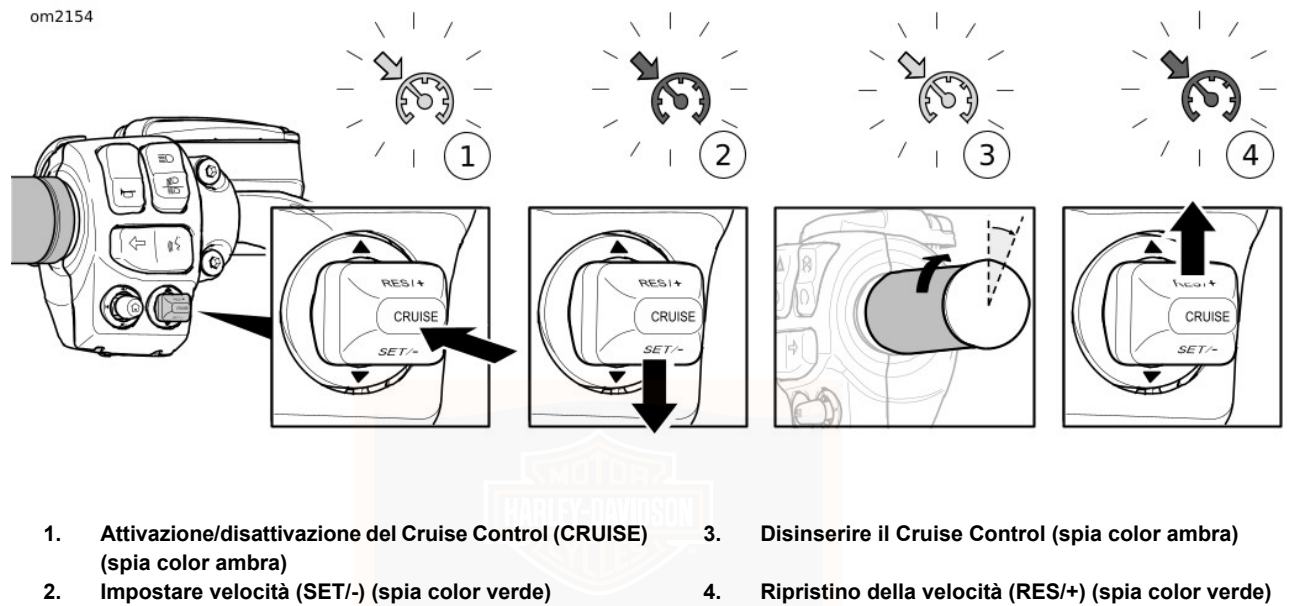

Figura 12. Cruise Control (tipico)
Vedere Figura 12. Premere l'interruttore CRUISE per attivare il Cruise Control (1). Se attivo, l'icona del Cruise Control viene visualizzata nel quadrante del tachimetro in colore ambra.
Vedere Figura 12. Quando la motocicletta raggiunge la velocità desiderata, spostare l'interruttore SET/- verso il basso per impostare la velocità del Cruise Control (2). L'icona del Cruise Control da colore ambra diventa di colore verde.
Vedere Figura 12. Per disattivare il Cruise Control, accelerare leggermente con la manopola del gas in modo da percepire lo sganciamento dell'interruttore del Cruise Control (3).
Vedere Figura 12. Se il Cruise Control è stato disattivato, ma la spia è ancora di color ambra, premere l'interruttore RES/+ consente di ripristinarlo (4). L'icona diventa di colore verde. La motocicletta ripristina automaticamente la velocità impostata dal Cruise Control.